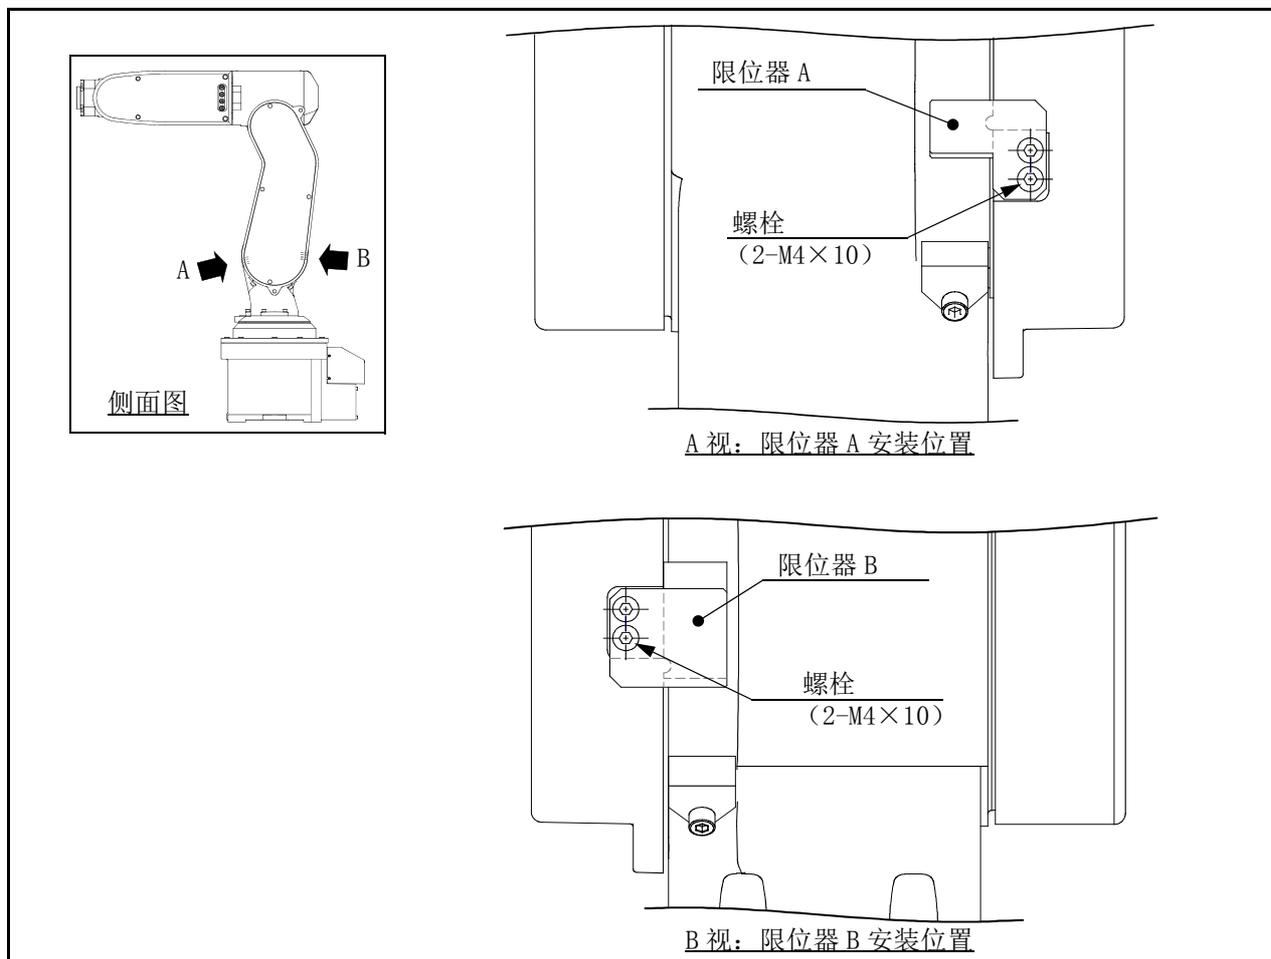

图 3-2: 限位器安装方法
J2 轴的可变更角度如表 3-4 所示。为了变更为希望的角度，请参考安装所需的限位器及参数设定值。限位器安装位置的详细内容请参照图 3-2。
- 2) 参照图 3-2，安装限位器。用自带的 2 个螺栓牢固固定。（紧固力矩：4.6Nm）
(4) 参数的设定